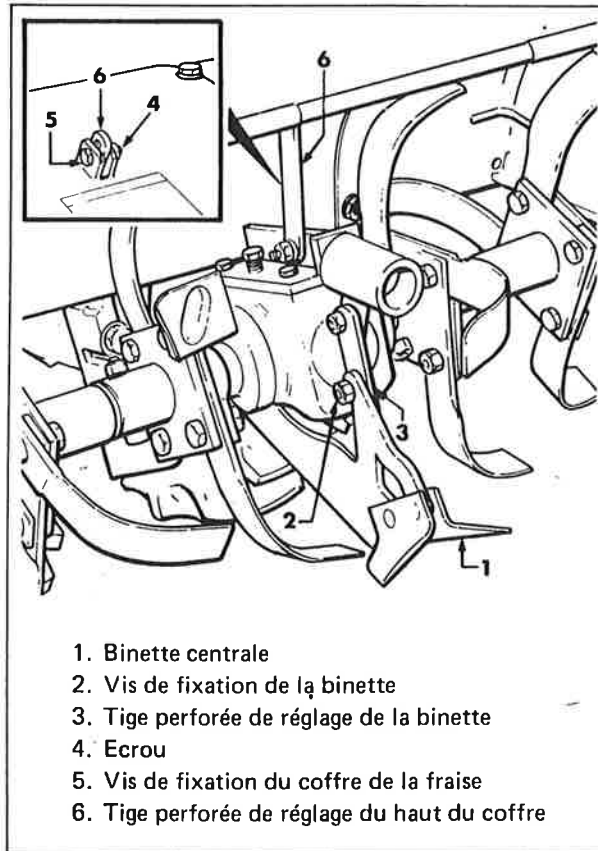

Figure 30. Réglage de la profondeur de travail
La profondeur de travail de la fraise augmente si l'on intervient sur la pente de la binette centrale (fig. 30, détail 1) en ôtant la vis de fixation (2) et en poussant en haut la tige perforée de réglage (3) jusqu'à ce qu'un orifice suivant soit engagé. Après variation de la profondeur de travail de la fraise, il y aura lieu de régler